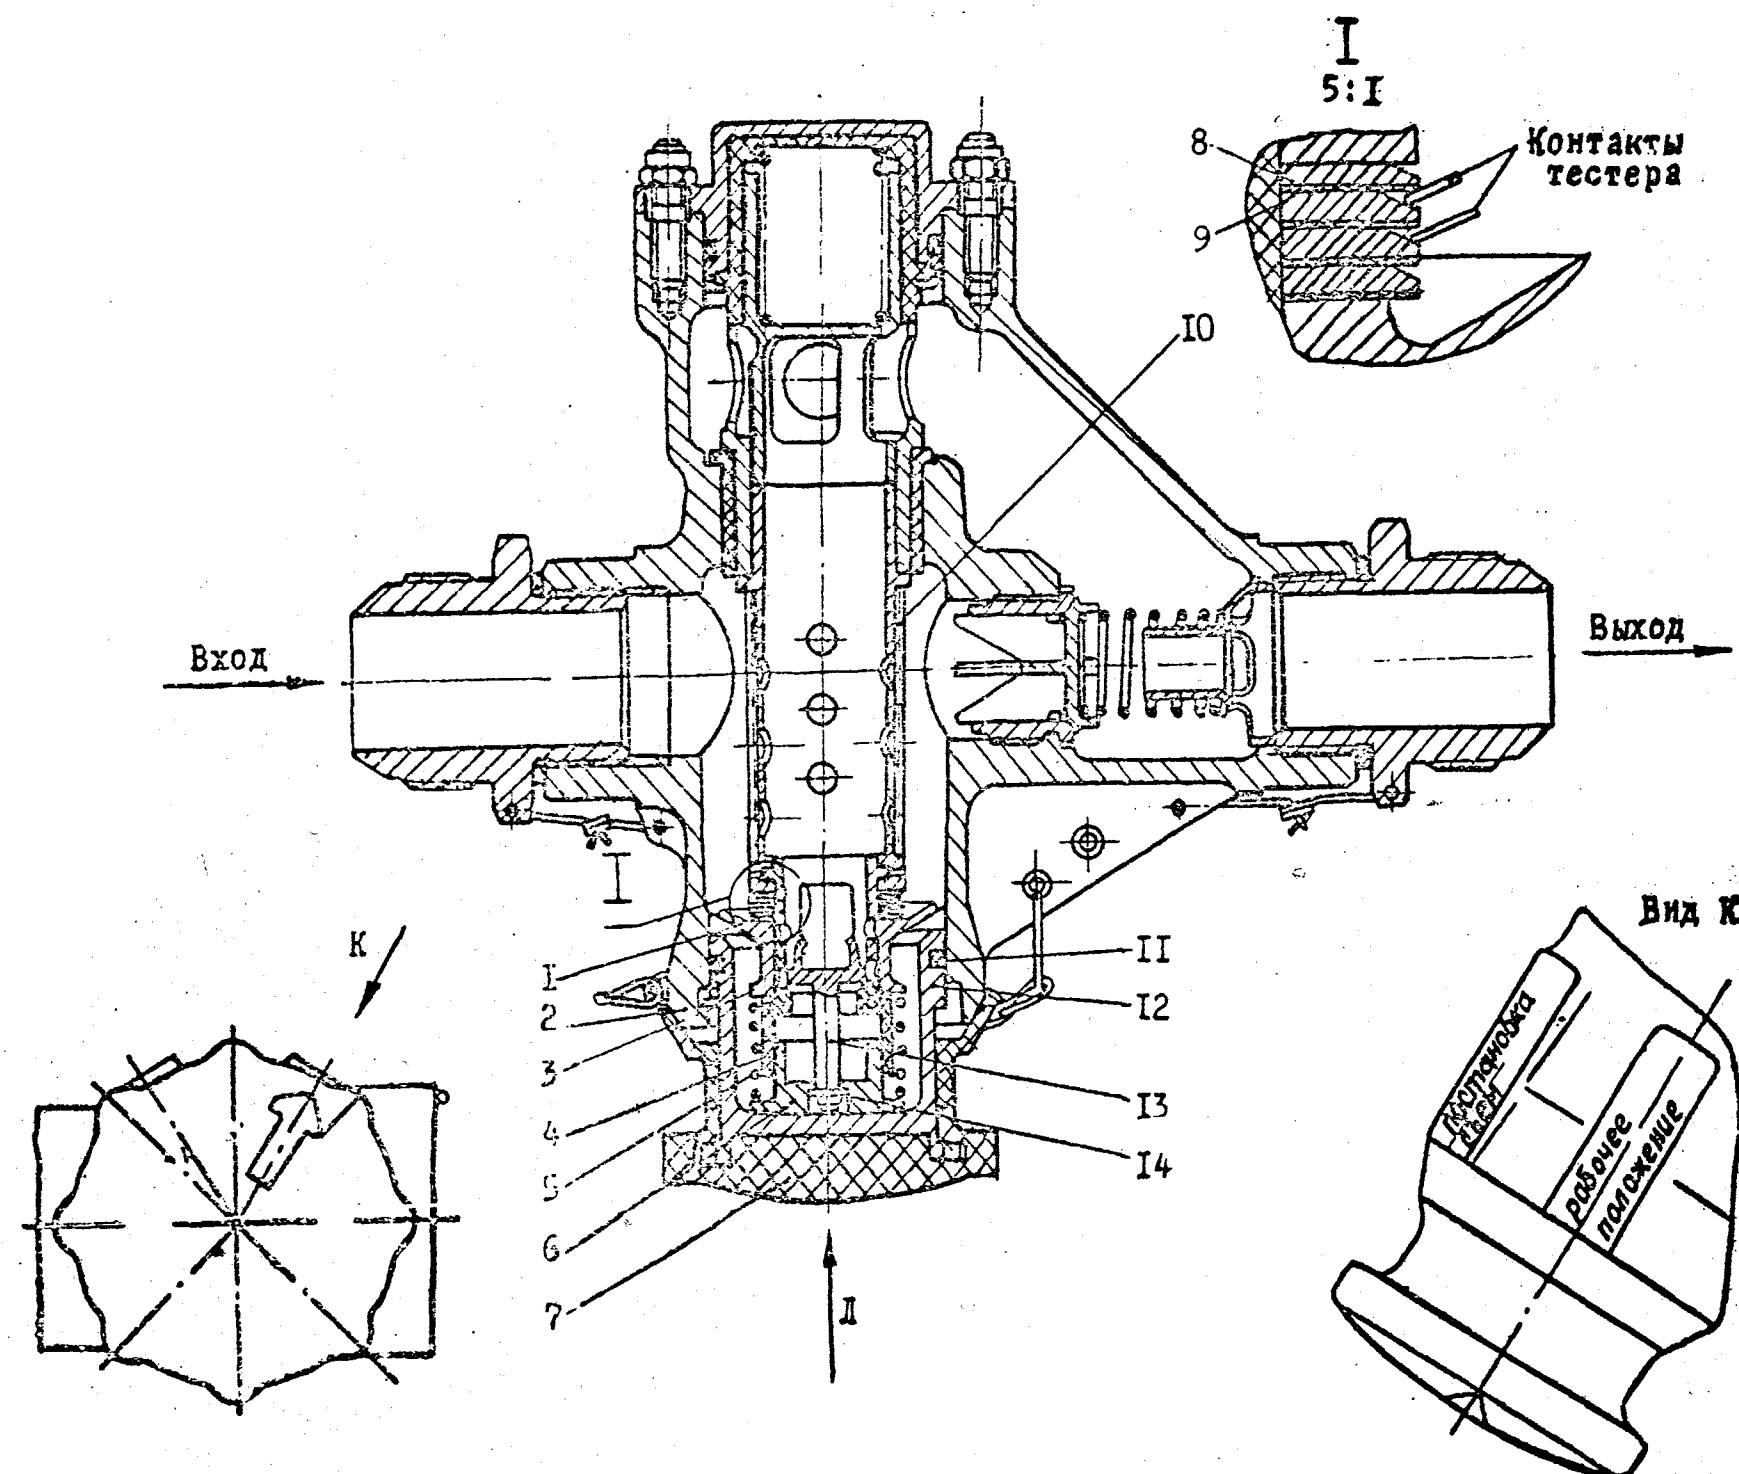

Рис. 203. Фильтр-сигнализатор ФСС-1
2. Выньте защелку крышки фильтра (рис. 203).
е) проверьте тестером, как указано на рис. 203, отсутствие замыкания между козырьком 3 и нижней секцией 8, а также между каждой соседними секциями. При постановке контактов тестера на соседние пластины цепь должна быть разомкнута;
<p>Снимите пружину 5, втулку 4 и козырек 3;</p> <p>снимите с каркаса 1 секции 8;</p> <p>выньте из каркаса шток 13 с магнитом;</p> <p>промойте секции 8 и шток 13 с магнитом в чистом бензине и просушите их на воздухе;</p> <p>ПРИМЕЧАНИЕ. Для удаления налёта мелких металлических частиц, оставшихся на поверхности секций после промывки, допускается промывка секции защелкой или мягкой щеткой салфеткой,</p> <p>промойте в бензине, продуйте изнутри и обдувите снаружи сжатым воздухом с давлением не более 4 кгс/см² каркас и сегментный фильтр;</p> <p>осмотрите секции 8 щелевого фильтра на отсутствие повреждений изоляционного слоя 9.</p> <p>Трещины и отставание изоляционного слоя от поверхности секций не допускается;</p> <p>вставьте в каркас 1 шток 13 с магнитом;</p> <p>установите на каркас секции 8, козырек 3, втулку 4 и пружину 5;</p> <p>ВНИМАНИЕ. ПРИ ПОСТАНОВКЕ СЕКЦИИ 8 НА КАРКАС, ИЗОЛЯЦИОННЫЙ СЛОЙ 9 ДОЛЖЕН БЫТЬ ОБРАЩЕН В СТОРОНУ КОЗЫРЬКА 3.</p> <p>установите гнездо 6 во втулку 4;</p> <p>нажмите на гнездо до выхода из его отверстия штока 13;</p> <p>установите на шток замок 14;</p> <p>роверьте гистерезис, как указано на рис. 203, отсутствие замыкания между козырьком 3 и нижней секцией 8, а также между соседними секциями.</p> <p>6. Установите фильтроэлемент в корпус. Пройдите состояние уплотнительного кольца 11 в колпачке 12.</p> <p>Совместите стрелку на колпачке 7 с линией «Постановка» на корпусе фильтра, вставьте колпачок в колодец корпуса фильтра до упора, поверните его по часовой стрелке до совмещения стрелки на колпачке с линией «Рабочее положение» на корпусе фильтра. Оттянув колпачок вниз до упора, поставьте защелку в отверстие корпуса фильтра и законтргите.</p> <p>ВНИМАНИЕ. ПРИ ПРАВИЛЬНОЙ ПОСТАНОВКЕ КОЛПАЧКА В КОЛОДЕЦ КОРПУСА ФИЛЬТРА ЗАЩЕЛКА ПРОХОДИТ В ОТВЕРСТИЕ КОРПУСА СВОБОДНО ОТ РУКИ (БЕЗ ЗАЕДАНИЙ).</p> <p>ЗАПРЕЩАЕТСЯ ПОСТАНОВКА КОЛПАЧКА И ЗАЩЕЛКИ УДАРАМИ.</p> <p>ДЛЯ ПОСТАНОВКИ ЗАЩЕЛКИ ПОВОРОГ КОЛПАЧКА ПРСТИВ ЧАСОВОЙ СТРЕЛКИ ЗАПРЕЩАЕТСЯ.</p>